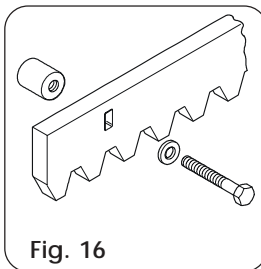

Fig. 16
**4.4.2. CREMAGLIERA DI ACCIAIO AD AVVITARE (Fig. 16)**